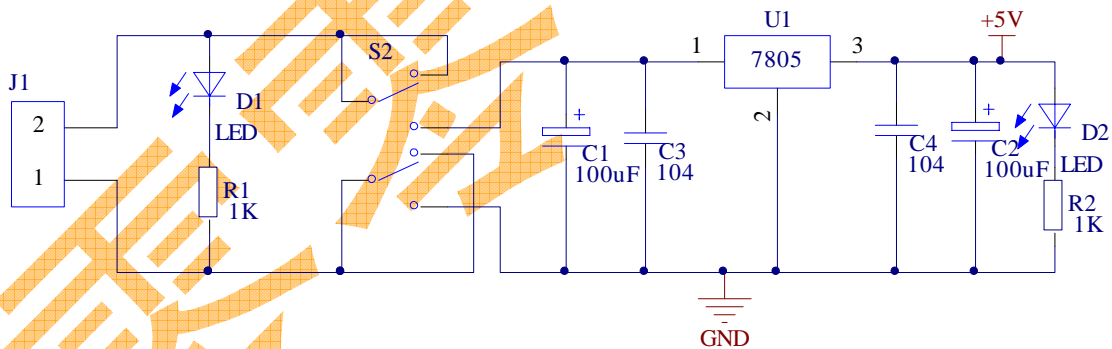

图7 电源供电电路
(2) 使用 Protel DXP 2004 软件，绘制图 7 的原理图。（4分）